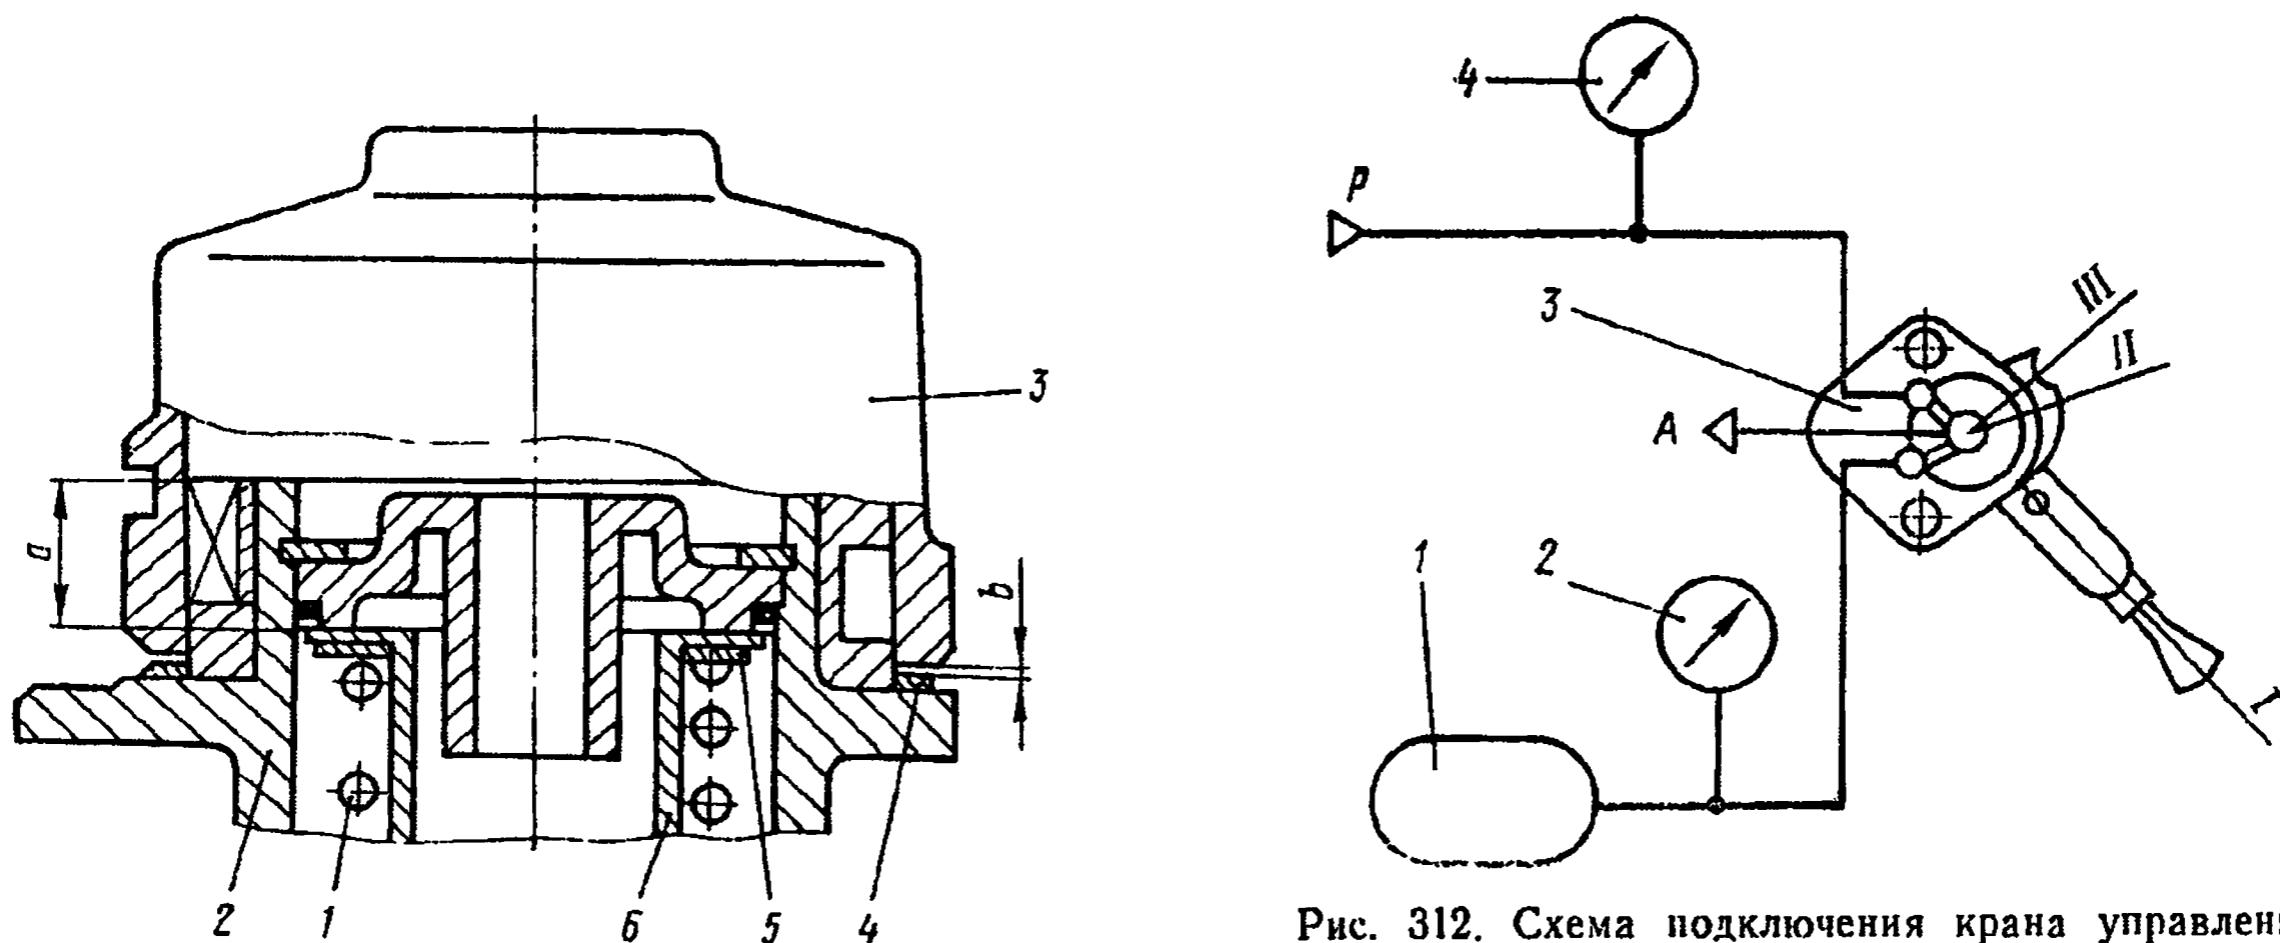

Рис. 311. Регулировка зазоров крана управления стояночной тормозной системой:
- После установки пружины 1 (рис. 311) и тарелки 6 сожмите пружину до размера  $a=13,7-0,1$  мм от верхнего торца корпуса 2 до верхнего торца тарелки 6, при этом усилие пружины должно быть равно 127,5—152,0 Н (13,0—15,5 кгс). Если это усилие меньше 127,5 Н (13,0 кгс), то, установив на место позиции 5 шайбы (дет. 100-3537095 или 100-3537097), доведите усилие пружины до требуемой величины. Установка одной шайбы (дет. 100-3537095) увеличивает усилие пружины на 41,7 Н (4,25 кгс) и обеспечивает падение давления на 34,3 кПа (0,35 кгс/см2), а установка одной шайбы дет. 100-3537097 увеличивает усилие пружины на 25,0 Н (2,55 кгс) и обеспечивает падение давления на 20,6 кПа (0,21 кгс/см2).